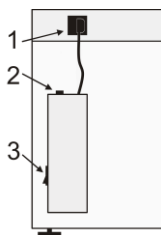

Рисунок 5
Примечание. Для **UVC/T-M-AR** и **UVT-B-AR**, убедитесь, что короткий сетевой шнур (рис. 5/1) подключен к верхней части прибора.
- **UVC/T-M-AR** и **UVT-B-AR** – справа от прибора, за задней стенкой (рис. 5/3);
- 8.3.2. Предохранитель розетки (для моделей с внутренними розетками). Отсоедините прибор от сети. Открутите крышку держателя предохранителя (рис. 5/2 или 6/FU1). Проверьте предохранитель и, при необходимости, замените, **M 5,0 A** (тип **M** - time lag: **Medium**).